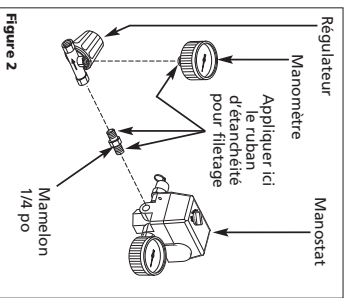

Figure 2
- L'assemblage est conçu pour être fixé seulement à la sortie du collecteur (voir la figure 1) en insérant le mamelon du tuyau (voir la figure 2) et en tournant l'assemblage dans le sens horaire. Resserrez jusqu'à ce que ce soit bien ajusté ou à 75 po-plb. La jauge devrait être orientée dans le même façon que celle déjà dans le compresseur (voir la figure 1). Fixer le boya et le manifin dans le manifin. Vérifier les fuites avec une solution de eau savonneuse.